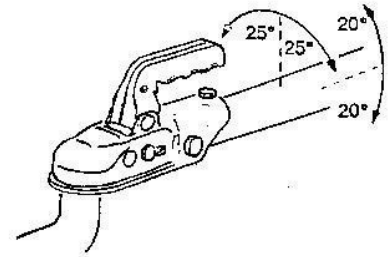

Fig. 3
*Condiciones correctas de acople (Fig. 3):* El ángulo admisible de desviación durante el acoplamiento o tracción de la maquina NO debe exceder el max. permitido (inclinación lateral 25°, inclinación longitudinal 20°. Si el angulo permitido de desviación es excedido, el golpe del borde del acople contra el cuello del perno esférico, puede resultar en daños del equipamiento de suspension o del acoplamiento esférico.